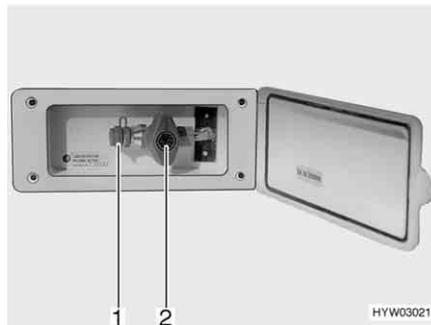

Bild 124 Externer Gasanschluss, Gasabsperrentil geschlossen
Der externe Gasanschluss (Bild 124) befindet sich je nach Modell am Heck oder auf der linken bzw. rechten Fahrzeugseite.
- Externes Gasgerät an der Anschluss-Stelle (Bild 124,1) anschließen.
- Das Gasabsperrentil (Bild 124,2) öffnen.